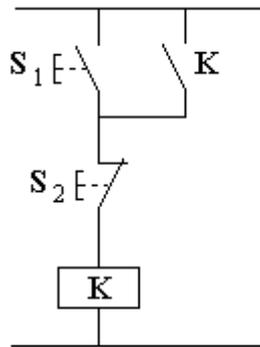

Fig. 3 - Circuito di comando della bobina di un contattore
Pertanto, quando la bobina viene eccitata tramite un pulsante normalmente aperto (NA), occorre un contatto di "autoritenuta" per mantenerla alimentata anche quando il pulsante NA viene rilasciato, e un pulsante normalmente chiuso (NC) per diseccitarla. Il circuito che si realizza è del tipo di quello riportato in fig. 3.